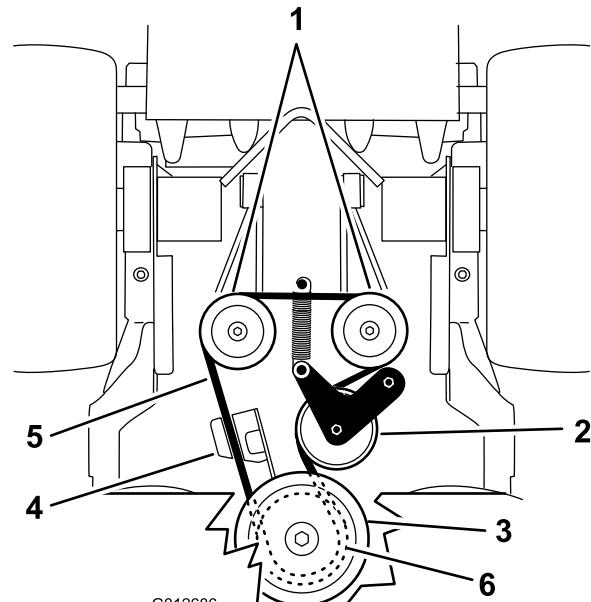

図 66
5. アイドラ・スプリングをフレームから外す（図 66）。
7. アイドラ・スプリングをフレームに取り付ける（図 66）。